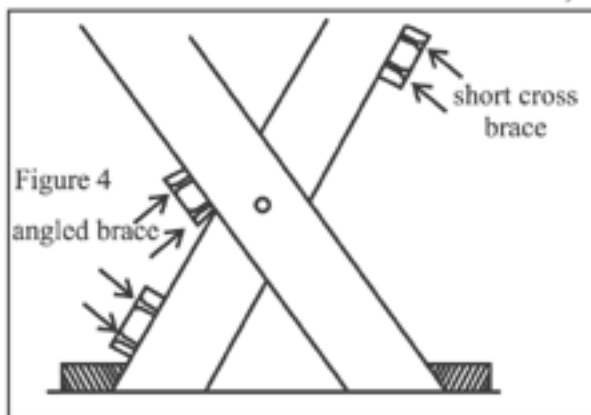

Figure 4
4) The angle brace secures the two outer legs together and is positioned as shown in figure 3 & 4. Leave a small gap (1/4") between the angled side of the brace and the inside set of legs as shown in figure 4.
Fixer les deux supports d'accoudoirs (n°8) à la partie supérieure des pattes à l'aide de huit vis n°8.(figure 4)
Une fois cela accompli, fixer le triangle (n°16) à l'avant du support d'accoudoir et à l'extérieur de la patte à l'aide de deux vis n°8. (figure 4)
7. To finish the base assembly attached the Leg Brace (#6) to the front legs about 2" (5cm) from the bottom. This is not a critical measurement, you may estimate this distance. fig.4
Pour achever l'assemblage de la base, fixer l'entretoise des pattes (n°6) aux pattes avant à environ 2 po (5cm) du bas. Cela n'est pas une mesure absolue, cette distance peut être estimée. (figure 4)